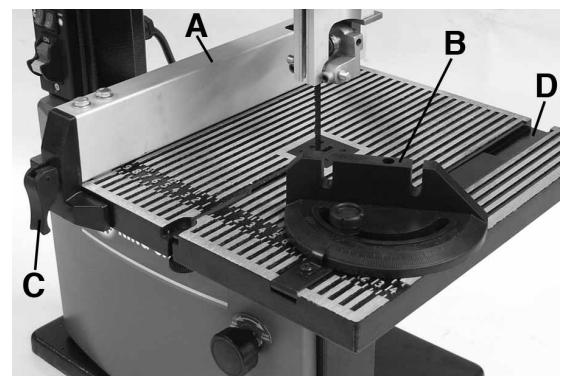

FIGURE 6
Le guide à refendre (A) Fig.6 est utilisé comme support pour guider la pièce vers la lame pendant les opérations de coupes de refente et le guide à onglets (B) est utilisé alimenter la pièce vers la lame et pour coupes en angle.
- 1) Glissez le guide à refendre (A) Fig.6 du côté de la table et fixez-le en appuyant sur la poignée de verrouillage (C). Il peut être nécessaire et tourner la poignée dans le sens antihoraire pour que l'installation réussis. Une fois installé, tournez la poignée de nouveau avant d'appuyer pour le verrouiller.
- 2) Placez le guide à onglets (B) Fig.6 dans la rainure du guide à onglets (D) dans la table à la droite de la lame.